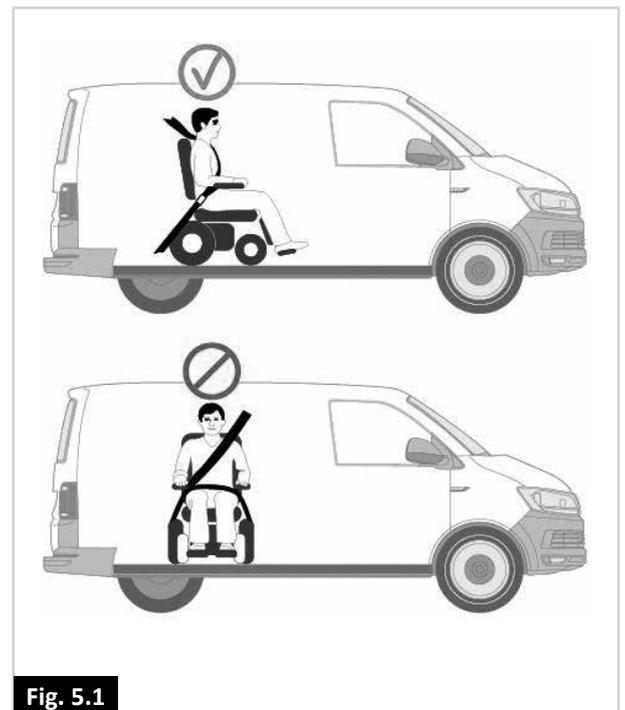

Fig. 5.1
- La carrozzina dovrà essere fissata in posizione rivolta verso il senso di marcia. Questa carrozzina è stata approvata per il trasporto su veicoli a motore e soddisfa i requisiti previsti per un trasporto rivolto verso il senso di marcia e per le collisioni frontali. La carrozzina non è stata sottoposta a prove per altre posizioni all'interno di un veicolo (Fig. 5.1).